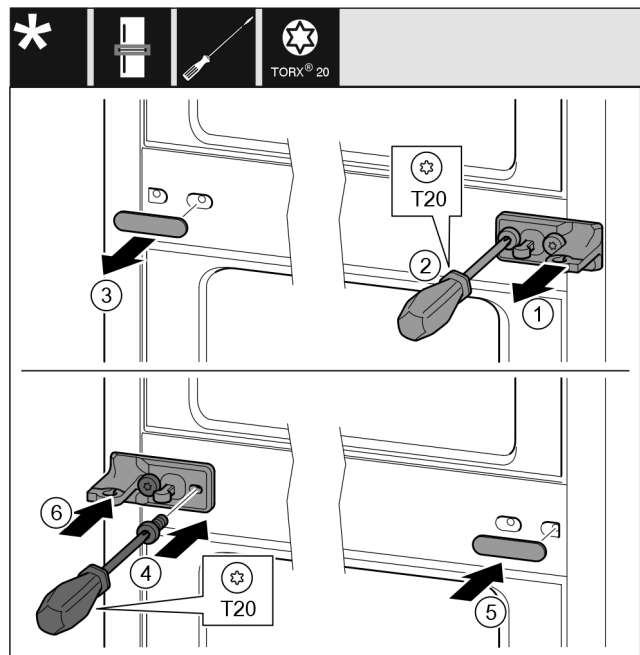

Fig. 10
- ▶ Снимите шайбу. Fig. 10 (1)
- ▶ Выкрутите винты отверткой T20. Fig. 10 (2)
- ▶ Осторожно снимите крышку. Fig. 10 (3)
- ▶ Плотно прикрутите опорный кронштейн с подкладкой с поворотом на 180° с другой стороны. Fig. 10 (4)
- ▶ Установите крышку с поворотом на 180° с другой стороны. Fig. 10 (5)
- ▶ Надвиньте шайбу спереди. Fig. 10 (6)